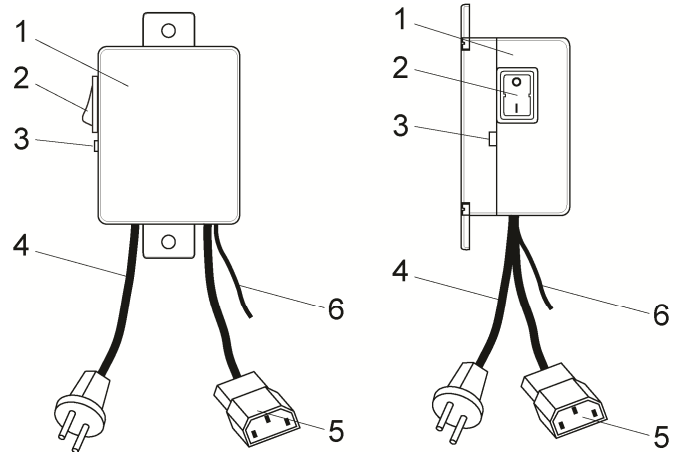

Рисунок 1
4.2. Блок управления компрессором BK1-1A 1 (Рисунок 1) имеет разъем для подключения компрессора 5, 2-жильный кабель 6 и включается непосредственно в сеть (220 В, 50Гц) 4.